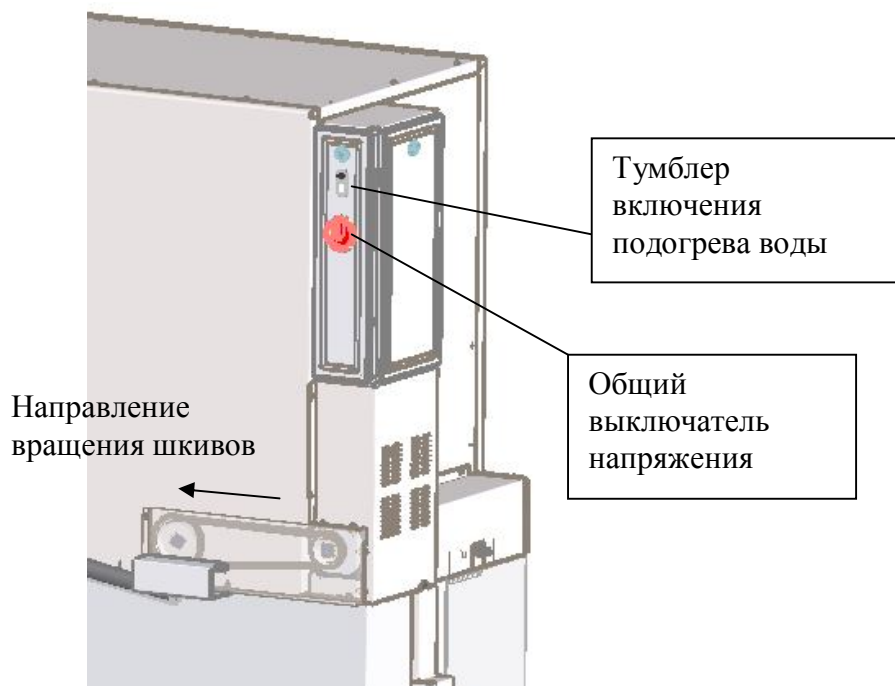

Рис. 6.
5.2. Изделие Торнадо комфорт-Н имеет возможность нагревать воду, для этого включить тумблер (рис. 6), расположенный на корпусе электротехнического шкафа и подогреть воду. При достижении температуры воды 40° нагревательный элемент отключится, температурное реле будет поддерживать требуемую температуру воды.